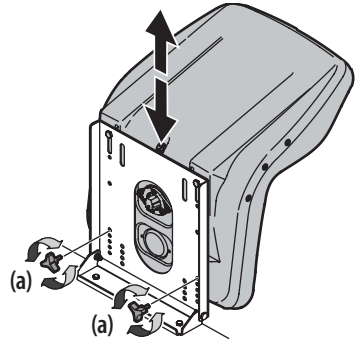

Figura 16
1. Extraiga las perillas (a). Consulte la Figura 16.
3. Vuelva a colocar las perillas en uno de los cuatro ajustes de los orificios y ajuste bien. Consulte la Figura 16.